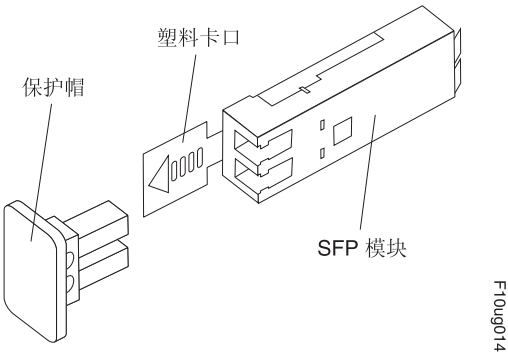

图 20. 小外形规格可插拔（SFP 或 SFP+）模块
2. 从 SFP 或 SFP+ 模块卸下保护帽，如图 20 中所示。请保管好保护帽以供将来使用。